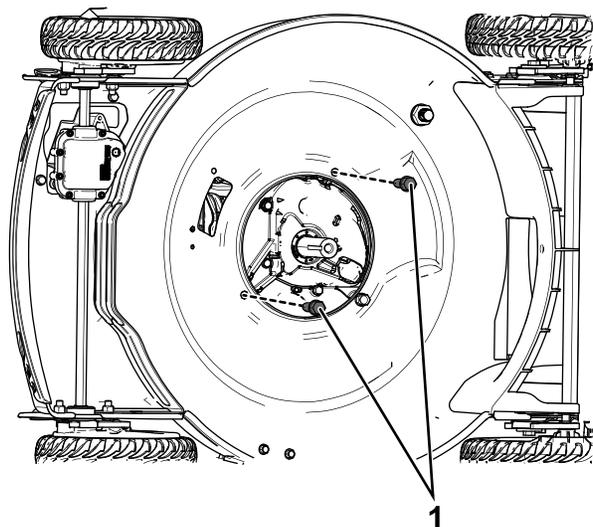

図 5
1. エンジン取り付けボルト3/8 x 1 インチ2本を取り付けて 46 N·m = 4.6kg.m34 ft-lb にトルク締めする **図 5**。